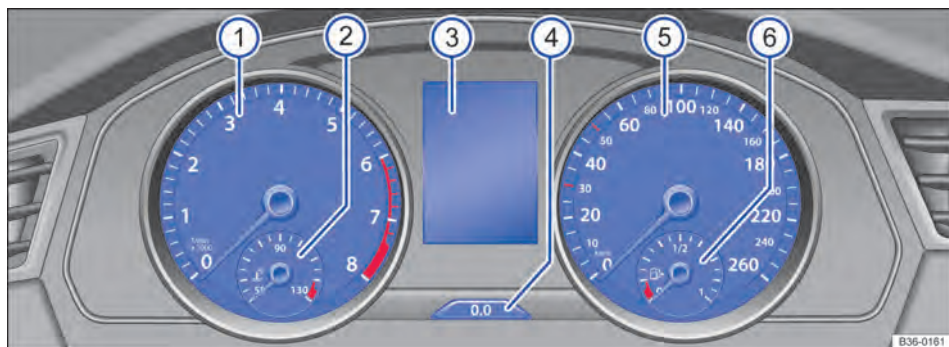

Fig. 19 Instrumento combinado analógico no painel de instrumentos.
Esclarecimento dos instrumentos → Fig. 19:
Conforme a versão do veículo, o display do instrumento combinado → Fig. 19 ③ ou → Fig. 20 ③ pode exibir diversas informações: